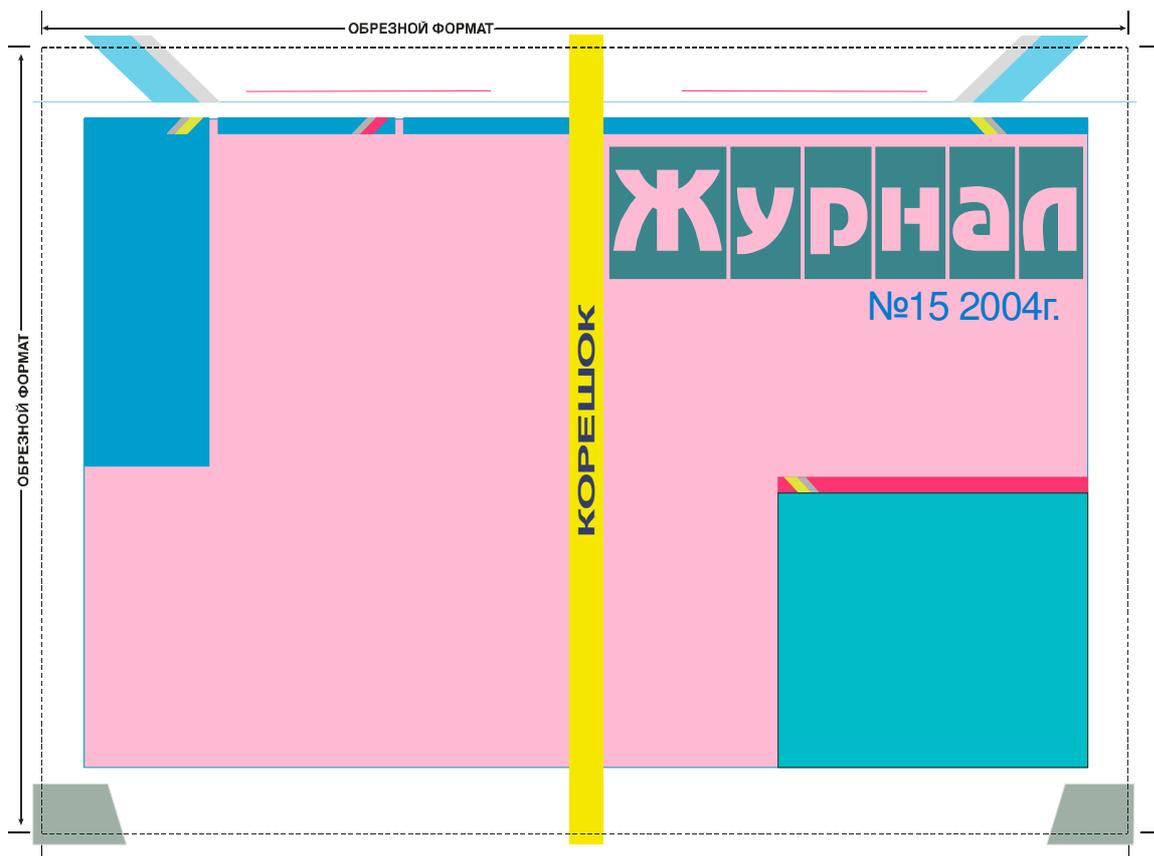

Рис. 3. Лицо обложки
- предоставляемые файлы обложек должны быть разворотными, при этом толщину корешка для конкретного количества страниц и типа бумаги необходимо дополнительно согласовать с технологом ОАО “Советская Сибирь” (рис.3).